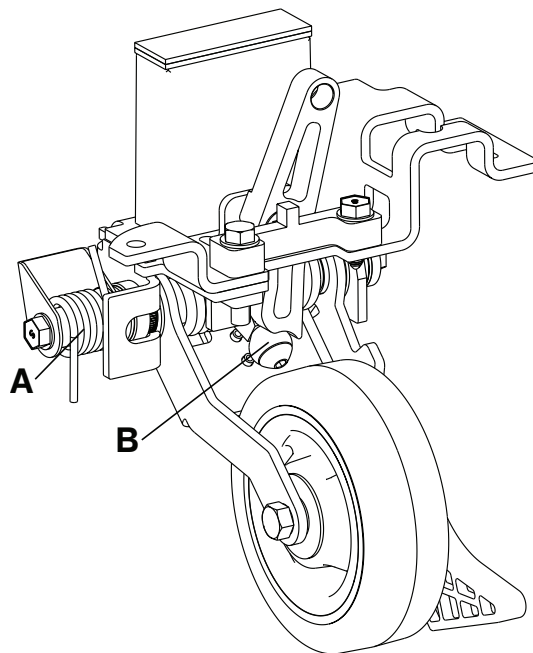

Figura 31 – Lubrificação da quinta roda retrátil
3. Aplique o lubrificante MPG-3 à mola (A) e à esfera (B) (Figura 31).